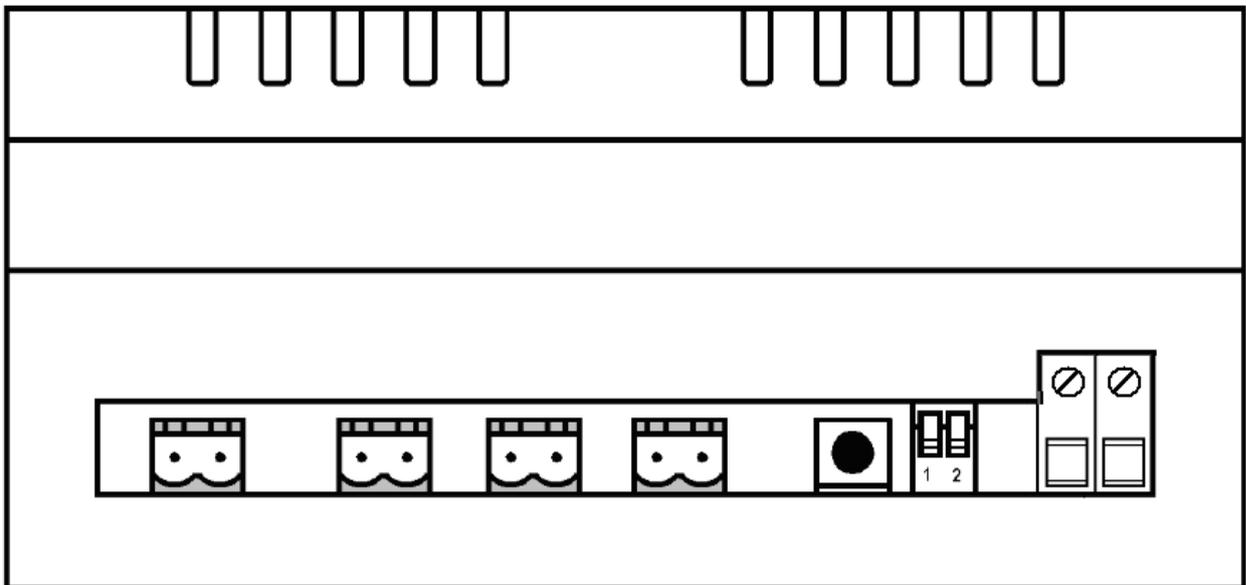

Рисунок 2. Внешний вид MBV-8-4 сбоку
3.2.1 На боковой стороне МВВ (рисунок 2) также расположены: кнопка аппаратного сброса «СБРОС» и два микропереключателя для выбора определенных режимов работы при конфигурации МВВ и контроля цепей ТУ.